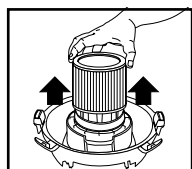

FIGURA 18
25. Deslice el filtro de cartucho para sacarlo del alojamiento de la tapa. **FIGURA 18.**